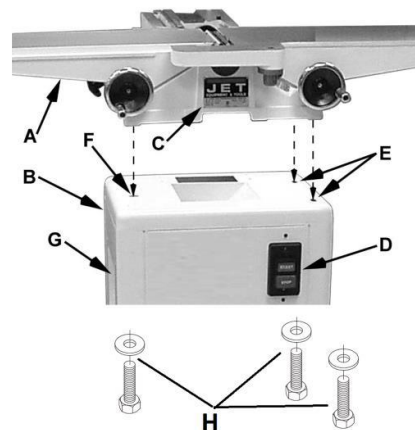

Рис. 2
Установите станок на стенд так, чтобы шкивы располагались на одной стороне, и прикрутите его с помощью поставляемых в комплекте трех специальных болтов и контршайб. Закручивать болты следует снизу (См. Рис. 2).
Как показано на рис.2:
3. Прикрепите станок к фуговальному узлу с помощью двух болтов M10x16 и контршайб (H, рис.2). На данном этапе затяните их только вручную.
4. Выровняйте третье отверстие в станке (F) с отверстием в фуговальном узле, контролируя его положение через вытяжной штуцер (G).
5. Установите третий болт M10x16 и контршайбу через вытяжной штуцер (G), чтобы закрепить узел на станке.
6. Затяните все три болта H (рис. 2) с помощью 14-мм ключа.